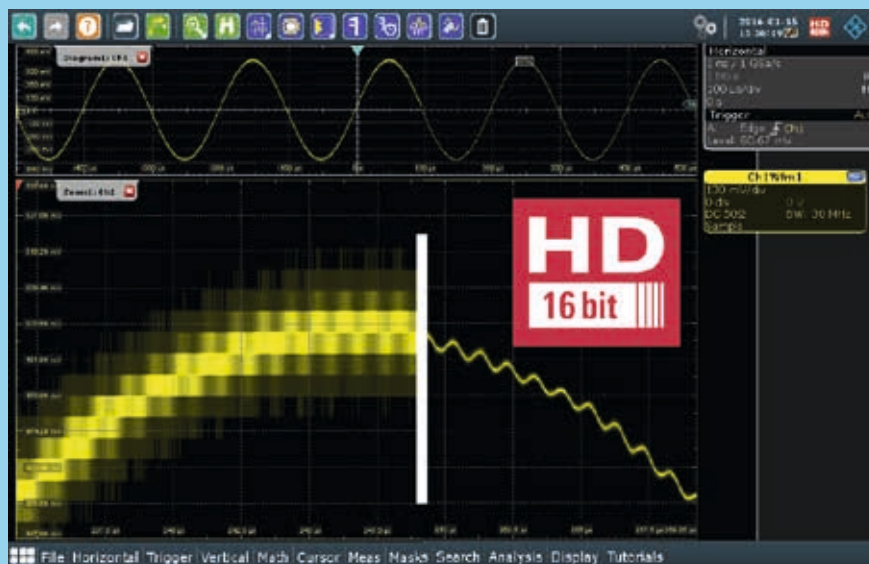

図 4: 16 ビット HD モードのオフ/オン時における重畳変調を有する正弦波の拡大図
信号の詳細な解析では、高い垂直分解能が必要となります。R&S®RTO2000 は、高分解能 (HD) モードで最大 16 ビットを実現します。HD モードでは、A/D コンバータの入力側にある高品質で調整可能なローパス・フィルタが信号の帯域幅を制限します (図 4)。ユーザは、適切な分解能と帯域幅の組み合わせを選ぶことができます。デジタル・トリガ・システムさえも HD モードで高分解能が得られ、微小な信号に対してもトリガをかけることが可能です。